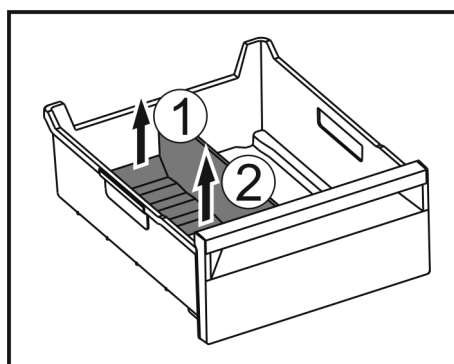

Fig. 173
- Zvedněte zadní část přepážky přihrádky na led. Fig. 173 (1)
- Přepážku přihrádky na led vyjměte nahoru. Fig. 173 (2)